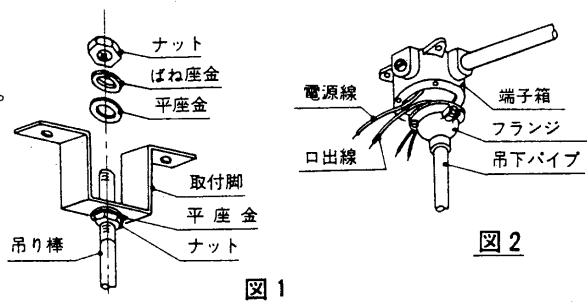

図1
4. 吊り棒を取付脚に図1のように平座金、ばね座金、ナットの順に入れ仮止めしてください。